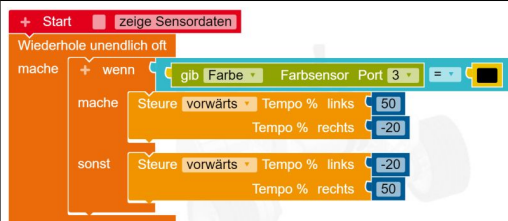

Abbildung 51¹⁾
21. Ändern Sie das Programm entsprechend der Abb. 51 ab.